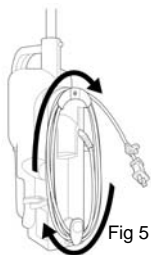

Fig 5
- Pour enrouler le cordon après l'usage, enroulez-le dans le sens des aiguilles d'une montre (Fig. 5).
- Pour dérouler le cordon, suivez la Fig. 5 mais dans le sens contraire.
- To wind the cord after usage, wrap the power cord in a clockwise direction. (Fig. 5)
- To unwind the power cord, follow Fig. 5 but in the opposite direction.